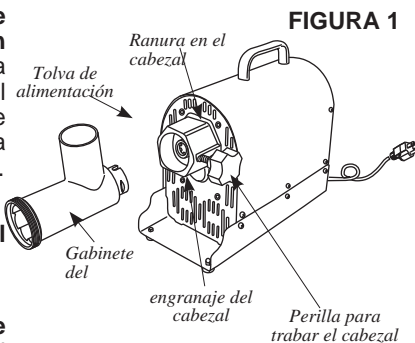

FIGURA 1
1. Inserte el **cabezal** en el **gabinete de engranajes** con la **tolva de alimentación** hacia arriba. Necesitará alinear la ranura en el **cabezal** con el **pasador** dentro del **gabinete de engranajes**. Asegúrese de que el **cabezal** esté totalmente asentada dentro del **gabinete de engranajes** (Figura 1).